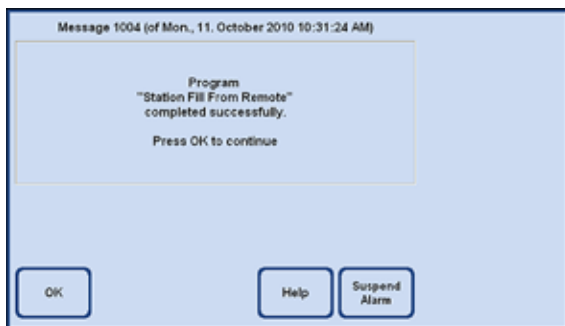

Fig. 173
- După terminarea clătirii, apare un mesaj (Fig. 173), care vă informează că umplerea la distanță a fost finalizată. Pentru a încheia procesul, apăsați **OK**.